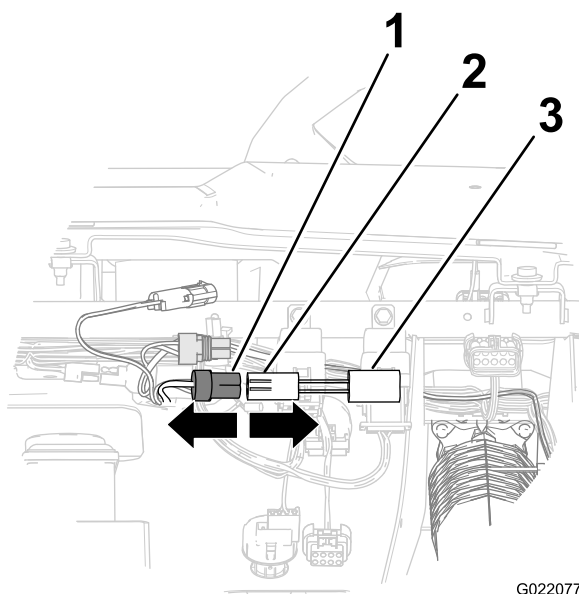

Figura 13
B. Retire el conector de 2 pines del arnés de la máquina del conector del temporizador de retardo (Figura 13).